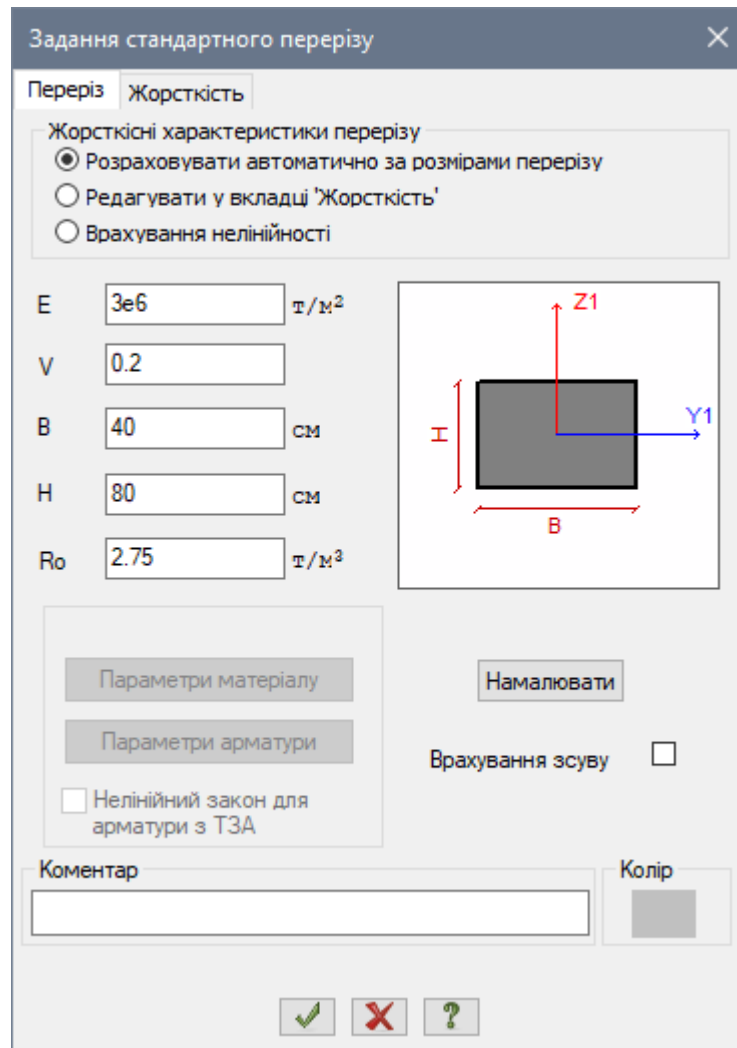

Рис. 9.12. Діалогове вікно **Задання стандартного перерізу**
- Натиснувши на кнопку  – **Жорсткості та матеріали елементів** (панель **Жорсткості та в'язі** на вкладці **Створення та редагування**) відкрийте діалогове вікно **Жорсткості та матеріали** (рис. 9.12,а).
- В цьому вікні натиснувши на кнопку **Додати** відкрийте діалогове вікно **Додати жорсткість**, для того щоб вивести список стандартних типів перерізів (рис. 9.12,б).
- В діалоговому вікні **Задання стандартного перерізу** (рис. 9.12) задайте параметри перерізу **Брус**: